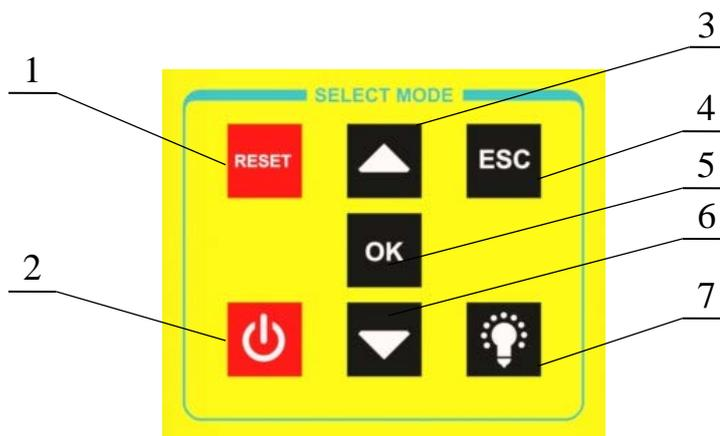

Рисунок 4 – Кнопочная панель управления
- 5 – кнопочная панель управления (подробнее см. рис. 4);